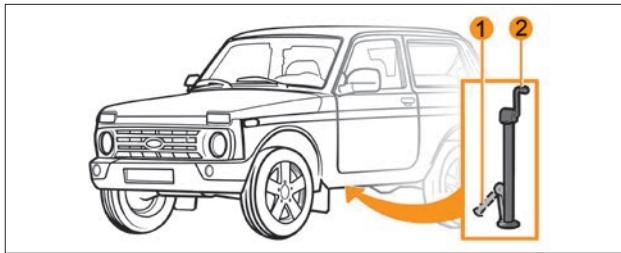

Рис. 43. Подъём автомобиля
- ослабьте гайки крепления заменяемого колеса на один оборот комбинированным ключом (рис. 43);